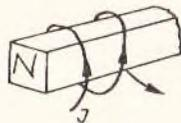

Bild 41.
2. Polbestimmung eines Elektromagneten. Blickt man auf den Nordpol eines Elektromagneten, so fließt der Strom im entgegengesetzten Sinne der Uhrzeigerdrehung (Bild 41).